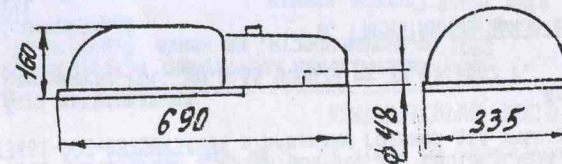

Рис.1
- 1.1. Светильники консольные РКУ16-250-002 У1 Рис.1 с разрядными лампами высокого давления предназначены для освещения улиц, дорог, площадей.